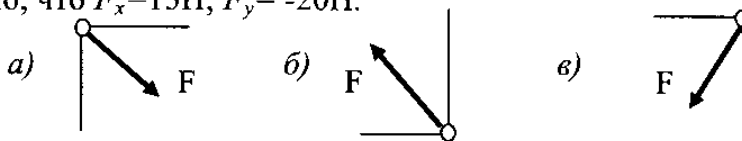

Рис.20
2. Как направлен вектор  $F$  равнодействующей силы (рис.20), если известно, что  $F_x = 15\text{H}$ ;  $F_y = -20\text{H}$ .